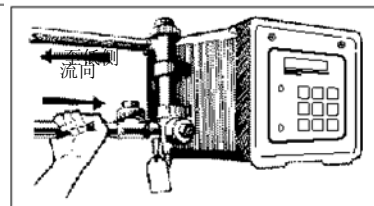

图 2
6. 水流方向应该是在流量装置中从下到上的方向(参见图 2)